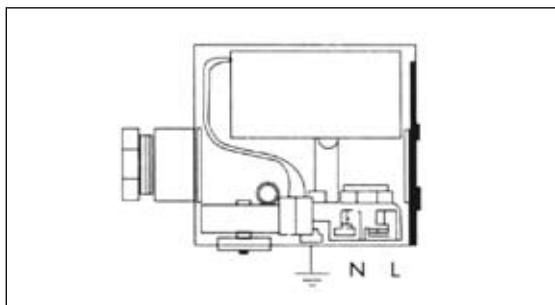

Fig. 3
- Verifique que las conexiones eléctricas estén realizadas correctamente (Fig. 3).